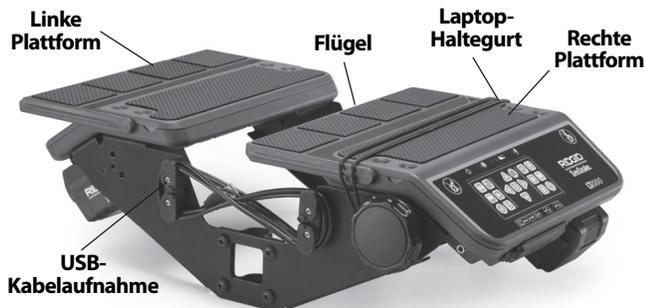

Abbildung 7 – Senken der Plattformflügel
5. Führen Sie das USB-Kabel des LT1000 zum USB-Anschluss des Laptops und schließen Sie es dort an. Wickeln Sie das überschüssige Kabel auf die USB-Kabelaufnahmen. (Siehe Abbildung 7.)